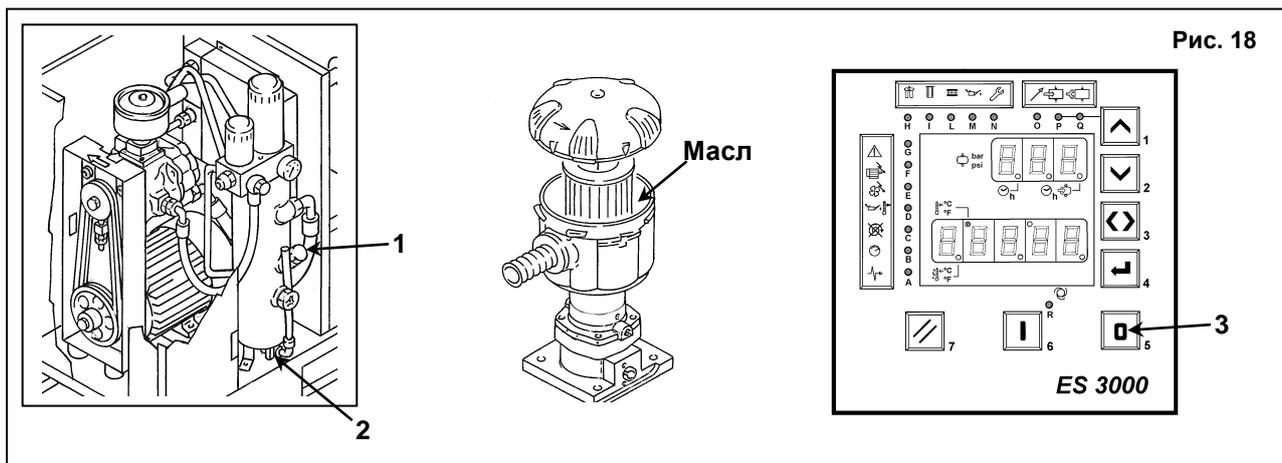

Рис. 18
После слива старого масла из установки поз. 2, рис. 18:
- Полностью заполните масляный бак поз. 1, рис. 18
- Приблизительно через 1 минуту выключите машину, нажав кнопку "STOP" (поз. 3, рис. 18), машина остановится через 45 секунд работы на холостом ходу.